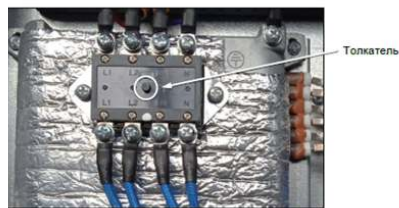

Рис. 7 Силовой биметаллический термостат (датчик перегрева)
**Рекомендуемая высота** установки котла от 0,9 до 1,2 м. определяется от уровня чистого пола до нижнего основания корпуса котла (См. Рис. 7).